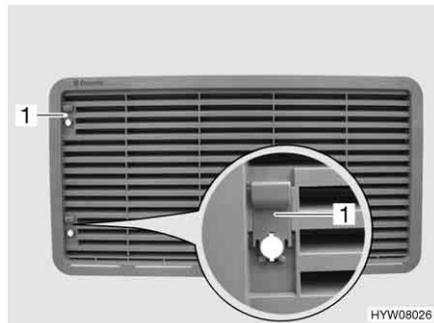
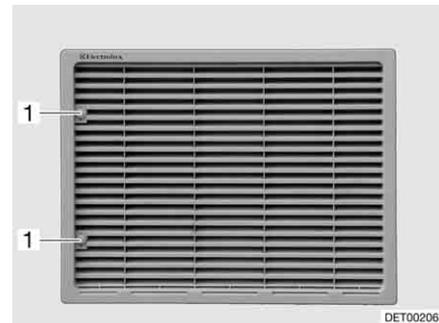

Bild 226 Kühlschrank-Lüftungsgitter (mit Schieber)
Bild 227 Kühlschrank-Lüftungsgitter (mit Schraube)
- Je nach Ausführung Schieber (Bild 226,1) nach oben schieben oder Schraube (Bild 227,1) mit Hilfe einer Münze eine viertel Umdrehung drehen.